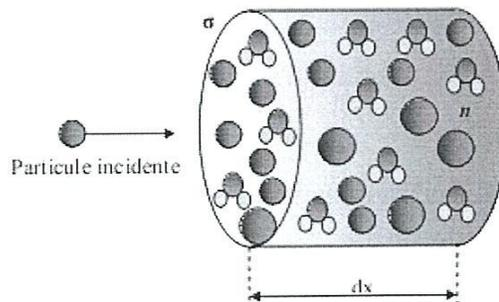

Figure II.1 - Volume d'interaction et Section efficace
**Le libre parcours moyen (lpm):** Le libre parcours moyen  $\lambda$  correspond à la distance moyenne parcourue par une particule entre deux collisions successives. Intuitivement, et dans l'hypothèse d'un déplacement rectiligne des particules, la probabilité de collision est liée à la densité de particules. En faisant abstraction de la vitesse des particules susceptibles d'être heurtées et en prenant un modèle de type boule de billard représenté sur la **figure II.1**, on voit que le nombre  $n_c$  de chocs successifs subi par une particule incidente sur un déplacement  $dx$  est égal au nombre de particules contenues dans le volume  $\sigma dx$ ,  $\sigma$  désignant la section efficace de collision, soit :